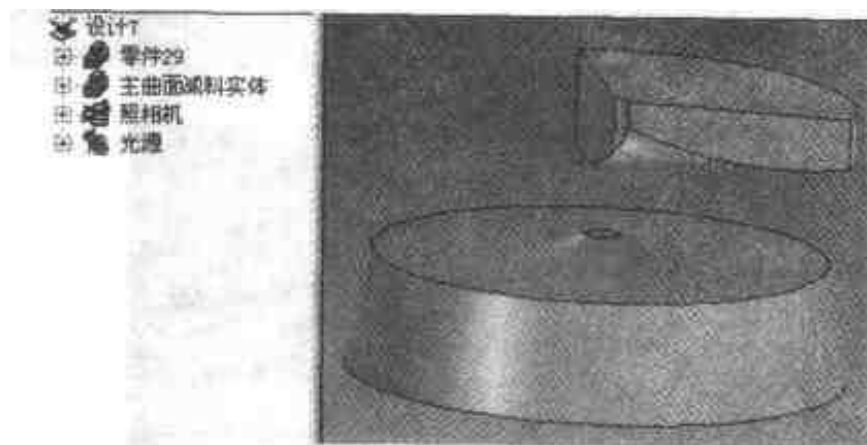

图 2.129 将主曲面减料实体输入环境
- (1) 在叶轮基础体的设计环境，选择【文件】|【输入】命令，在弹出的【输入文件】对话框中，选择主曲面减料实体文件，结果如图 2.129 所示。